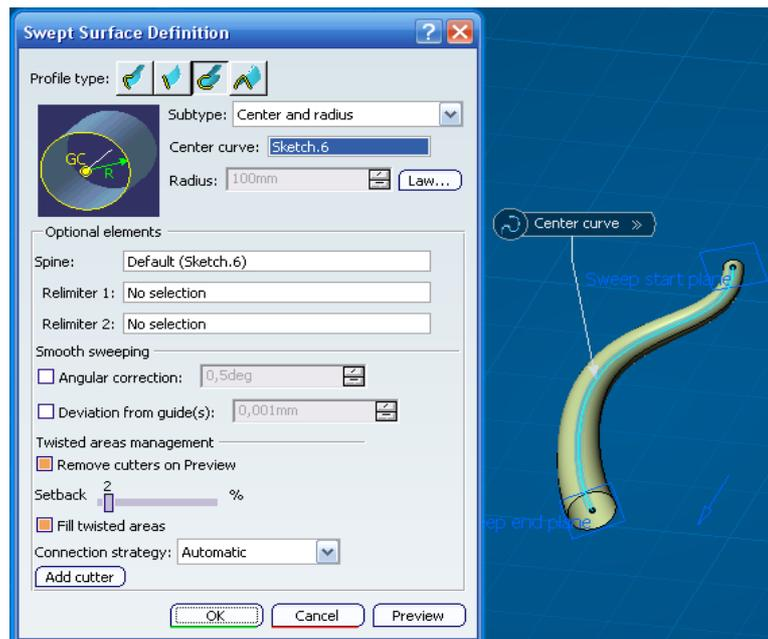

Ilustración 416: Ejemplo de subtipo *Center an radius*.
4.- *Center and radius*: en este caso tan sencillo, sólo habrá que seleccionar una curva centro e introducir el valor del radio. En el ejemplo de la Ilustración 416 se ve la generación de la superficie aplicando una ley lineal al valor del radio. Para ello se pican en el botón *Law* y aparece la pantalla de definición de la ley.